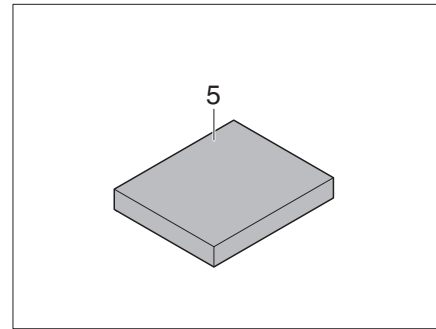

Bild 197 Zusatzpolster
- Zusatzpolster (Bild 197,5) in die Mitte auf den Tisch legen.